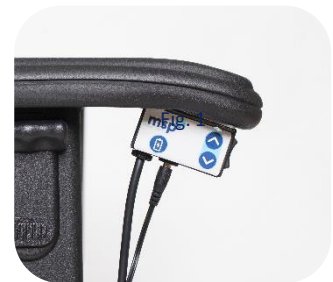

Fig. 1
-  Plug daarna het laadsnoer in de laadaansluiting onder de armlegger (fig. 1). De indicatie LED zal nu rood kleuren.